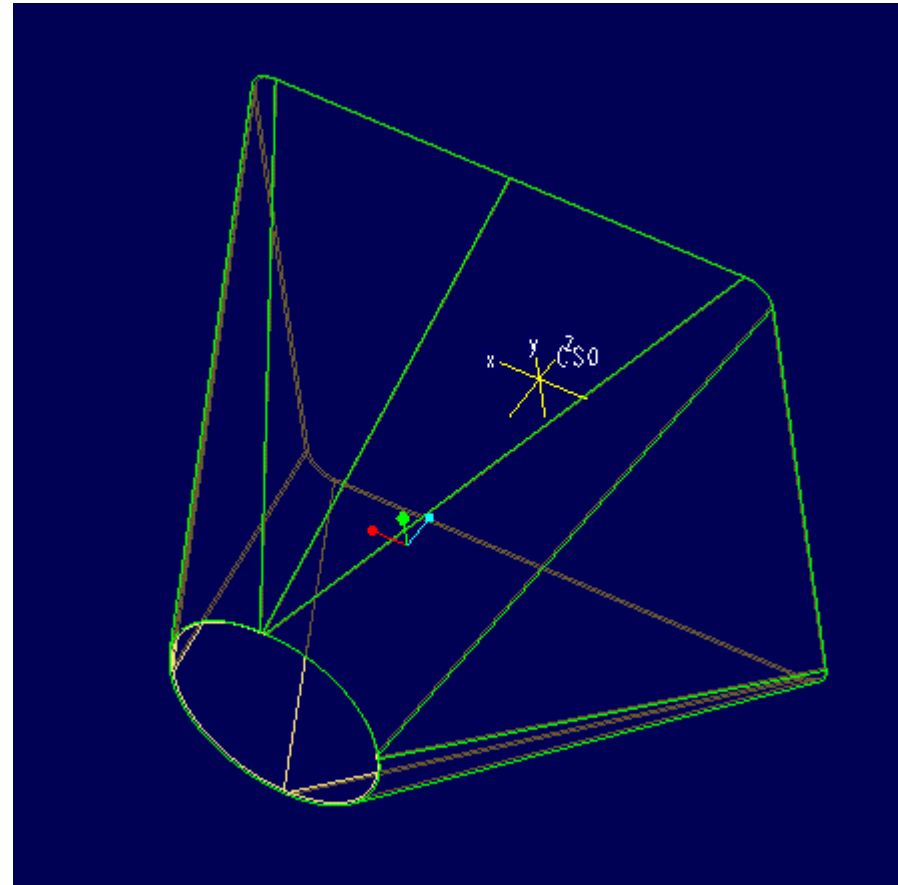

Abbildung 4
4. Erzeugen Sie eine Trennung mit **Konstr Element > Erzeugen > Blech > Trennung > Trenn skizzier (Feature > Create > Sheet Metal > Rip > Regular Rip)**. Verwenden Sie eine der ebenen Flächen als Skizzierfläche, und wählen Sie eine geeignete Referenzebene. Das Modell mit Trennung ist in Abbildung 4 dargestellt.